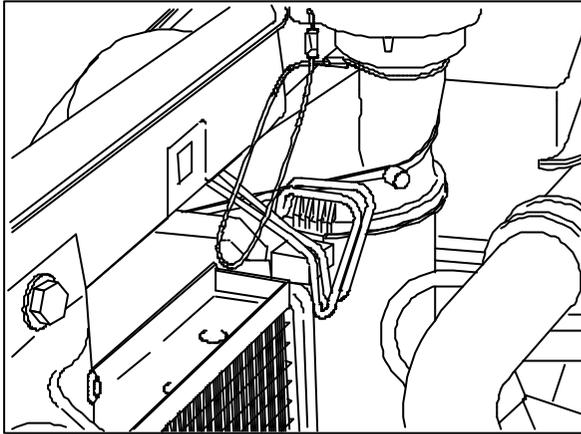

Fig. 1
- ☞ *Poser le radiateur spécifique au même emplacement que celui d'origine, en positionnant le plus possible la partie haute vers l'avant de façon à ce que les deux ressorts de fixation soient positionnés comme sur les figures 1 et 2. Assurer cette position par deux colliers rylsan.*